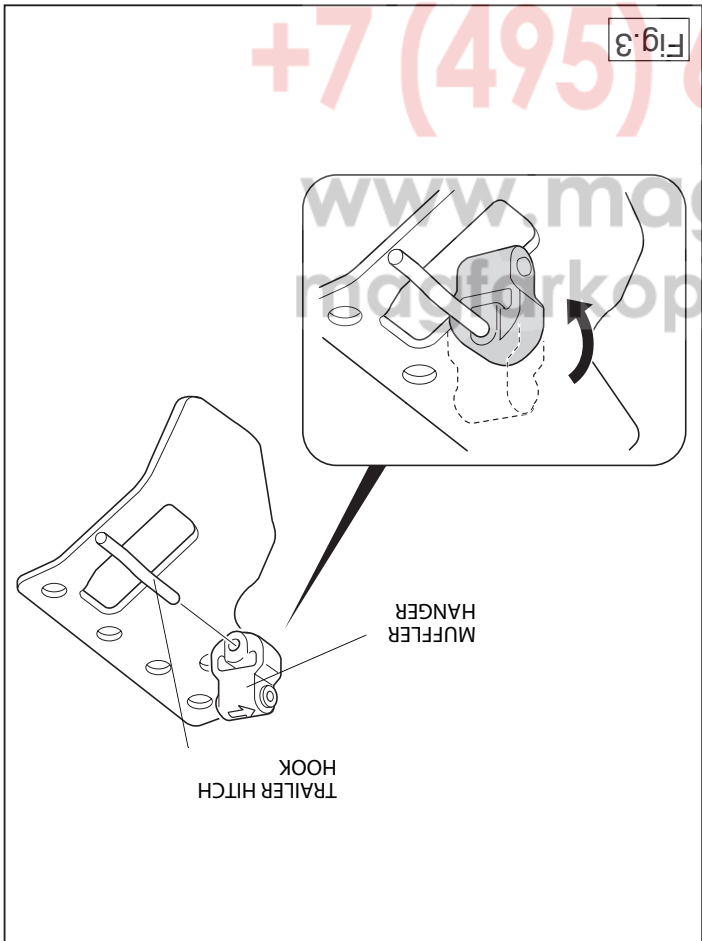

Fig.3
3. Take the exhaust rubber from the suspension bracket and slide it over the pin to which the tow bar is welded. See figure 3.
3. Den Auspuffgummi vom gelösten Aufhängungsbügel abnehmen und diesen über den an die Anhängervorrichtung geschweißten Stift schieben. Siehe Abbildung 3.
3. Faire glisser le caoutchouc du collier de suspension qui a été détaché par dessus la goupille soudée à l'attache-remorque. Voir la figure 3.
3. Tag udstødningsgummet fra den løsnede ophængbøjle og skub den over stiftet, som er svejset på anhængertrækket. Se fig. 3.